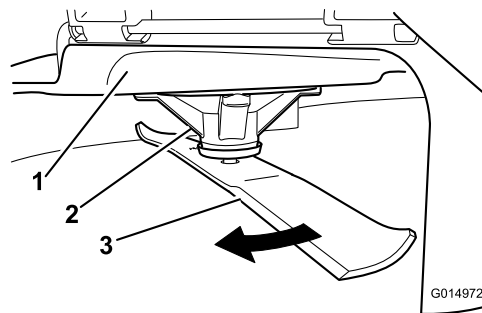

Рисунок 60
2. Используя толстые перчатки или другие подходящие средства защиты рук, медленно поверните нож в положение, позволяющее измерить расстояние от режущей кромки до уровня горизонтальной поверхности, на которой стоит машина (Рисунок 60).